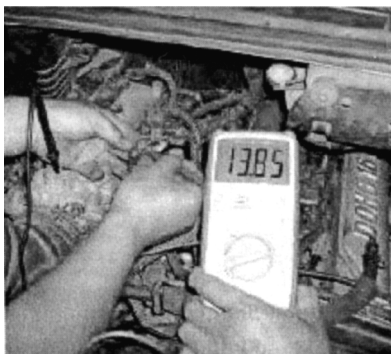

图 5-57 检查电源电压
(1) 检查电源电压 如图 5-57 所示，拔下传感器插接器插头，然后打开点火开关，检查插头上电源端子与搭铁之间的电压，应为 12V 或 8V（因车型而异）。